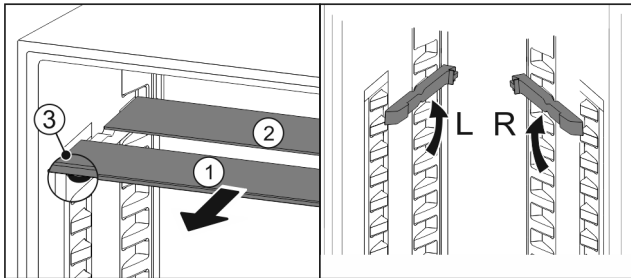

Fig. 70
- ▶ Glasplaten afzonderlijk vanaf de voorkant eruit trekken Fig. 70 (1).
- ▷ Glasplaat Fig. 70 (1) met sierlijst ligt voor.
- ▷ Stops Fig. 70 (3) zijn naar onder gericht. Apparaten met vriesvak:\*